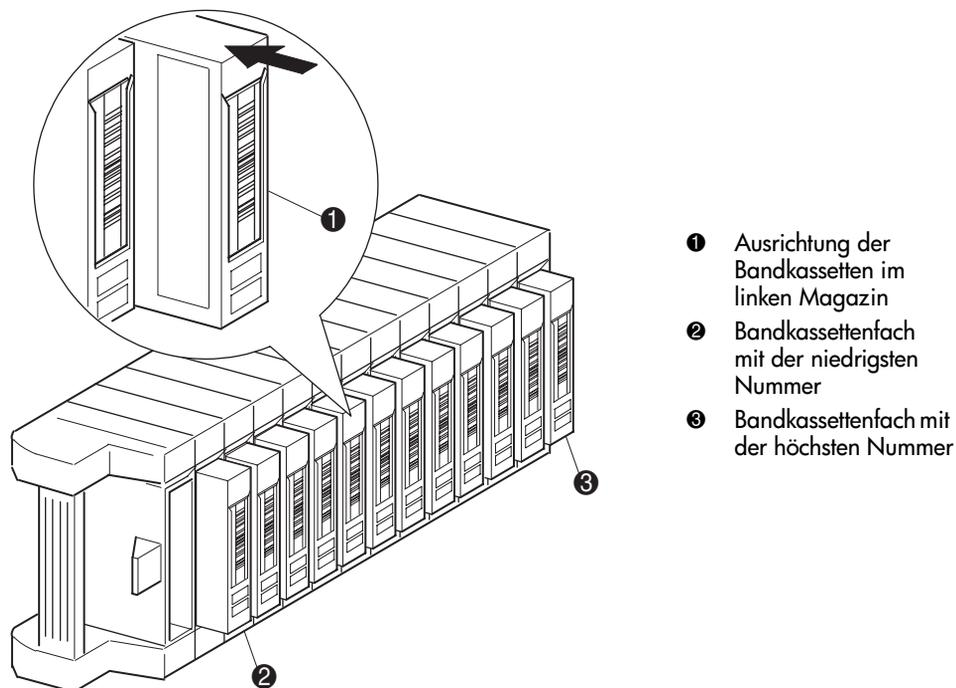

Abbildung 59: Einlegen einer Bandkassette (linkes Magazin, Abbildung zeigt DLT-Modell)
Ein volles linkes Magazin ist in Abbildung 59 dargestellt. Bei Modellen für zwei Laufwerke ist das Bandkassettenfach mit der niedrigsten Nummer ❷ das am weitesten vorn liegende Fach im linken Magazin. Bei Modellen für vier Laufwerke ist das Bandkassettenfach mit der niedrigsten Nummer ❷ das am weitesten vorn liegende Fach im oberen linken Magazin.
Legen Sie die Bandkassetten so ein, dass die Strichcodes nach außen weisen (siehe Abbildung 59).